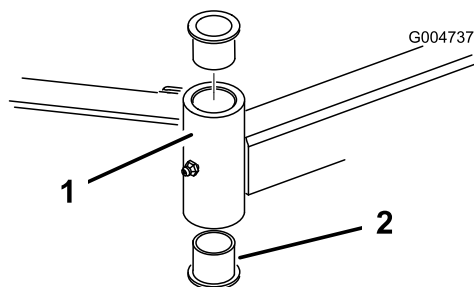

Figura 74
5. Introduza um punção para cavilhas na zona superior ou inferior do tubo de montagem e retire o casquilho para fora do tubo (Figura 74).